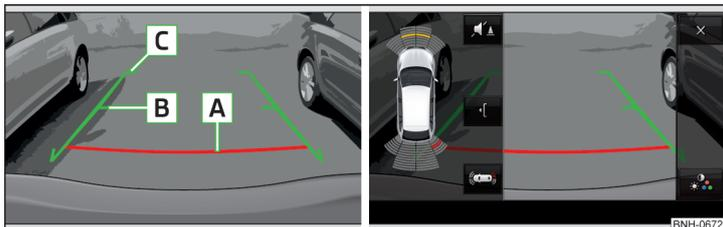

Fig. 122 Pantalla del Infotainment: Líneas de orientación / Superficies funcionales
**Distancia de las líneas de orientación detrás del vehículo** » fig. 122
**Superficies de función** » fig. 122